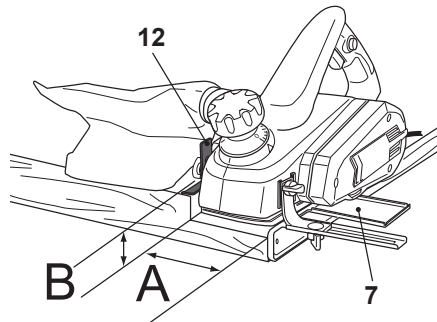

Fig. 14
- > Fixez le guide parallèle [7] et le guide de profondeur [12] sur le produit, comme indiqué ci-dessus, et réglez la largeur (Fig. 14, A) et la profondeur souhaitées (Fig. 14, B).